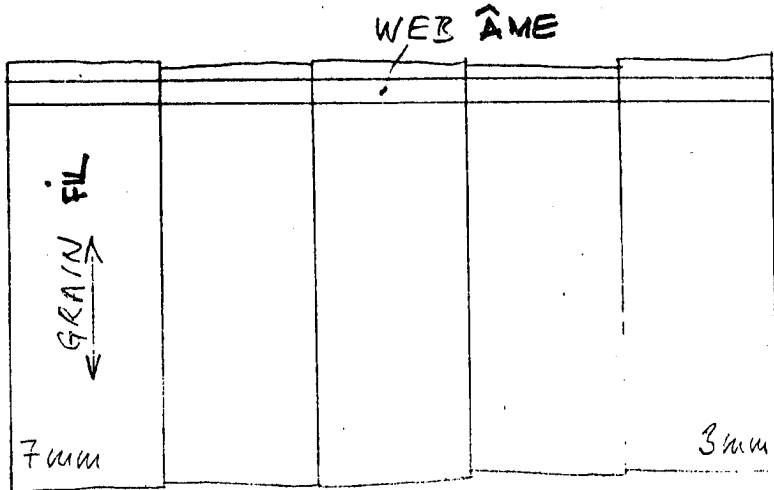

FIG. 1
- COLLER SUR CHAMPS DES SEGMENTS DE PLANCHE Balsa DE MANIÈRE A OBTENIR UNE PLANCHE DE 50 CM X 20 CM FIL EN TRAVERS - PONCER LES JOINTS - ENSUITE PONCER L'ENSEMBLE POUR AVOIR 7 MM D'ÉPAISSEUR À UNE EXTRÉMITÉ, ET 3MM À L'AUTRE (VOIR FIGURE 1) - ÇA FERA L'AFFAIRE POUR QUELQUES PAIRES D'AILES !